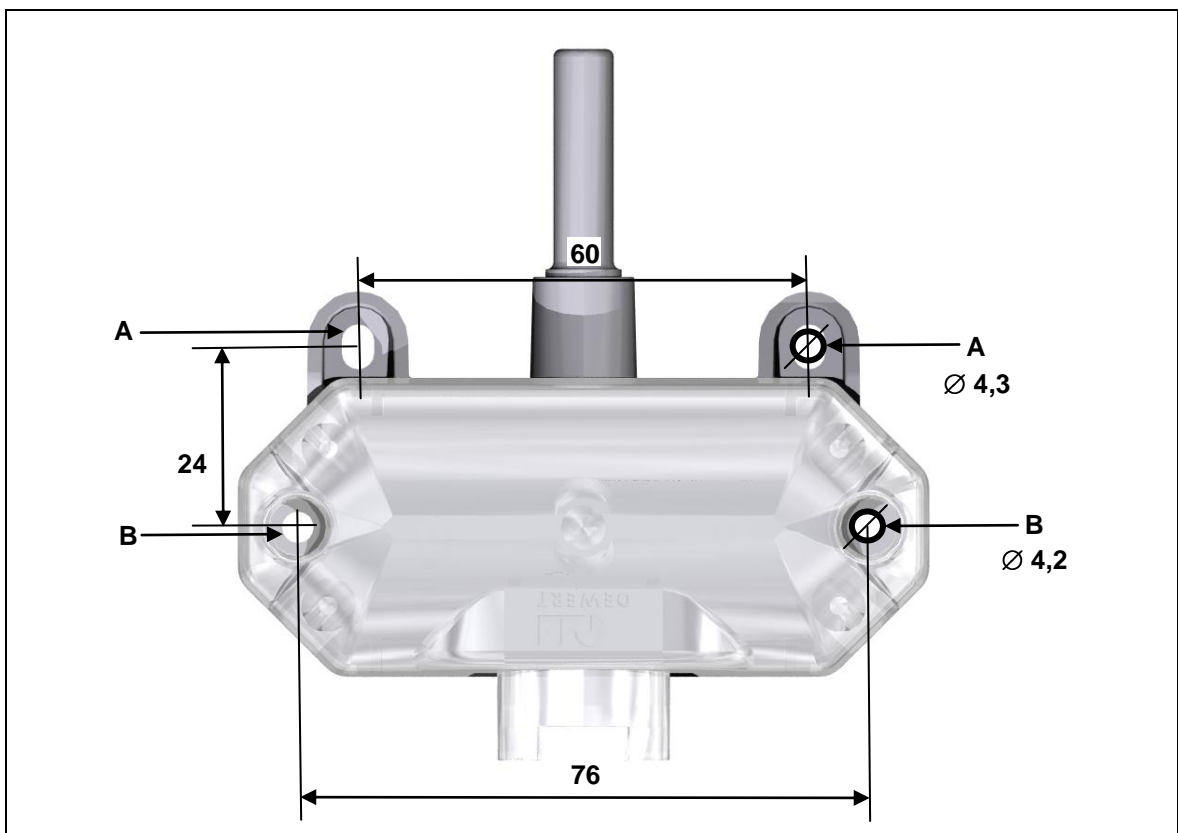

Abbildung 5 Befestigungspunkte der Unterbettbeleuchtung (Angaben in mm)
Die Unterbettbeleuchtung kann an den Befestigungspunkten durch mindestens zwei passende Schrauben (z.B. am Befestigungspunkt A: Schraube 3,9 x 15; Befestigungspunkt B: 3,9 x 30 Schraube, siehe Abbildung 5) mit dem Endprodukt verschraubt werden. Die Unterbettbeleuchtung muss plan auf dem Untergrund aufliegen und darf nur unter dem Endprodukt oder am Doppelantrieb befestigt werden. Im Endprodukt dürfen keine mechanischen Kräfte auf die Unterbettbeleuchtung ausgeübt werden. Die Kräfte können zu Beschädigungen (z.B. Risse) an den Gehäuseteilen führen.
- 2 Schrauben Sie die Unterbettbeleuchtung mit mindestens zwei Schrauben pro Beleuchtungskörper fest. (Die Befestigungspunkte zeigt Abbildung 5.)